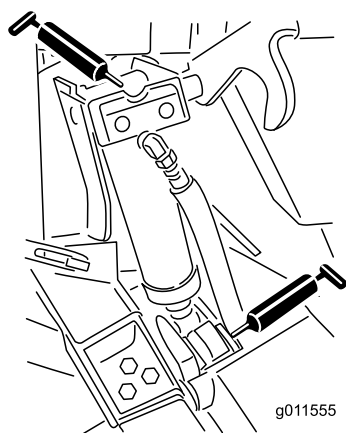

Bild 75
- Vier Hubzylinder-Drehbüchsen (Bild 75)